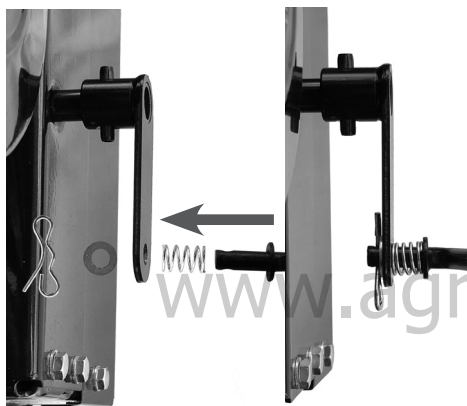

Рис. 14 Подключение туги к нижнему рычагу
- установите нижний конец тяги в отверстие нижнего рычага механизма переключения передач (расположен на корпусе трансмиссии сзади), как показано на Рис. 14 и зафиксируйте тягу шплинтом;